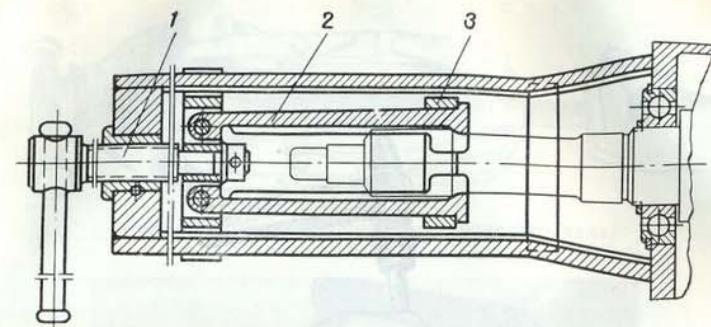

Рис. 76. Снятие первичного вала:
3. Повернуть первичный вал вырезом в сторону шестерни привода промежуточного вала и вынуть первичный вал с роликами и блокирующим кольцом синхронизатора (рис. 76).